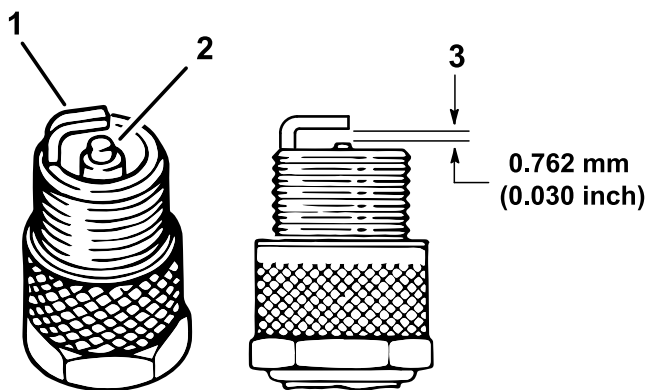

図 43
4. 電極 (側面と中央) と碍子の状態を点検する (図 43)。
5. 図 43 のように、電極間のエアギャップを 0.76 mm に調整する。